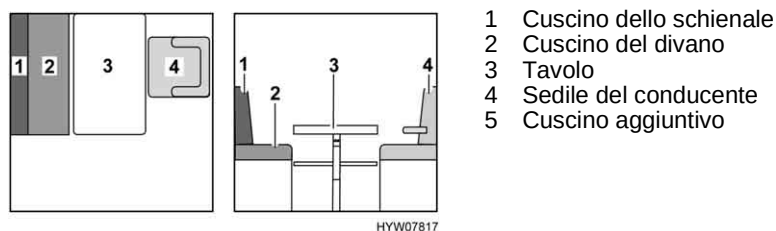

Fig. 107 Prima della trasformazione
- Ruotare il sedile del conducente (Fig. 107,4) e spostarlo completamente in avanti.
- Trasformare il tavolo (Fig. 107,3) in struttura di supporto letto (vedi paragrafo 6.7).